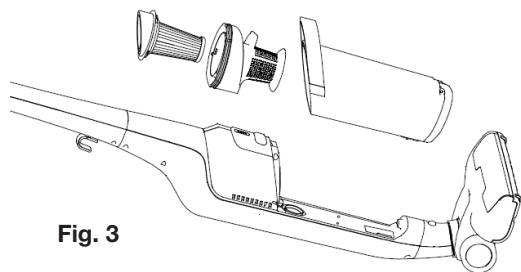

Fig. 3
6. Rincez l'ensemble des éléments à l'eau claire, et laissez-les sécher complètement à l'air libre (24 heures minimum pour le filtre EPA) avant de les replacer sur l'appareil. Pour le remontage des différents éléments, procédez dans l'ordre inverse (voir figure 3).